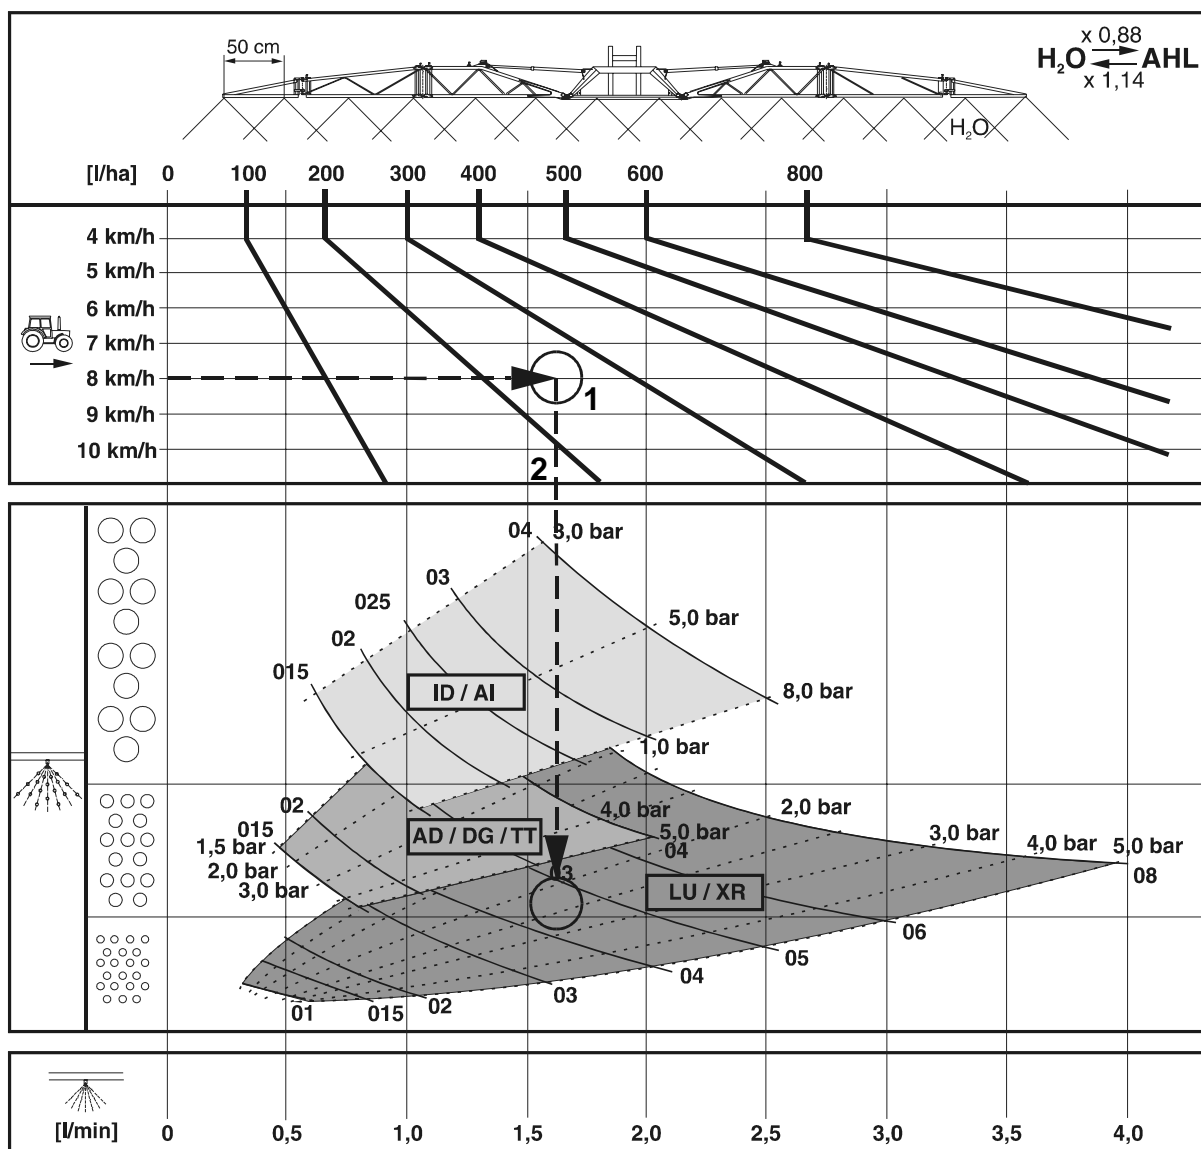

Fig. 237
- Die Fig. 237 dient zur Auswahl des geeigneten Düsentyps. Der Düsentyp wird bestimmt durch
- Bestimmen Sie den Betriebspunkt (Fig. 237/1) für die erforderliche Aufwandmenge (**250 l/ha**) und die vorgesehene Fahrgeschwindigkeit (**8 km/h**).
- Loten Sie am Betriebspunkt (Fig. 237/1) eine senkrechte Linie (Fig. 237/2) nach unten. Je nach Lage des Betriebspunktes durchläuft diese Linie die Kennfelder unterschiedlicher Düsentypen.